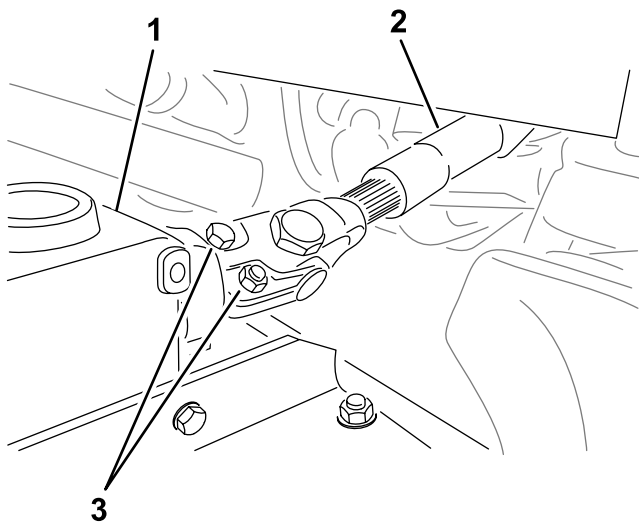

Figura 4
3. Glisați furca arborelui prizei de putere pe arborele cutiei de viteze și fixați arborii împreună cu 2 uruburi și piulie în direcții opuse (Figura 4).
4. Strângeți uruburile și piulițele (Figura 4); consultați *Manualul operatorului* pentru specificații privind cuplul de strângere.